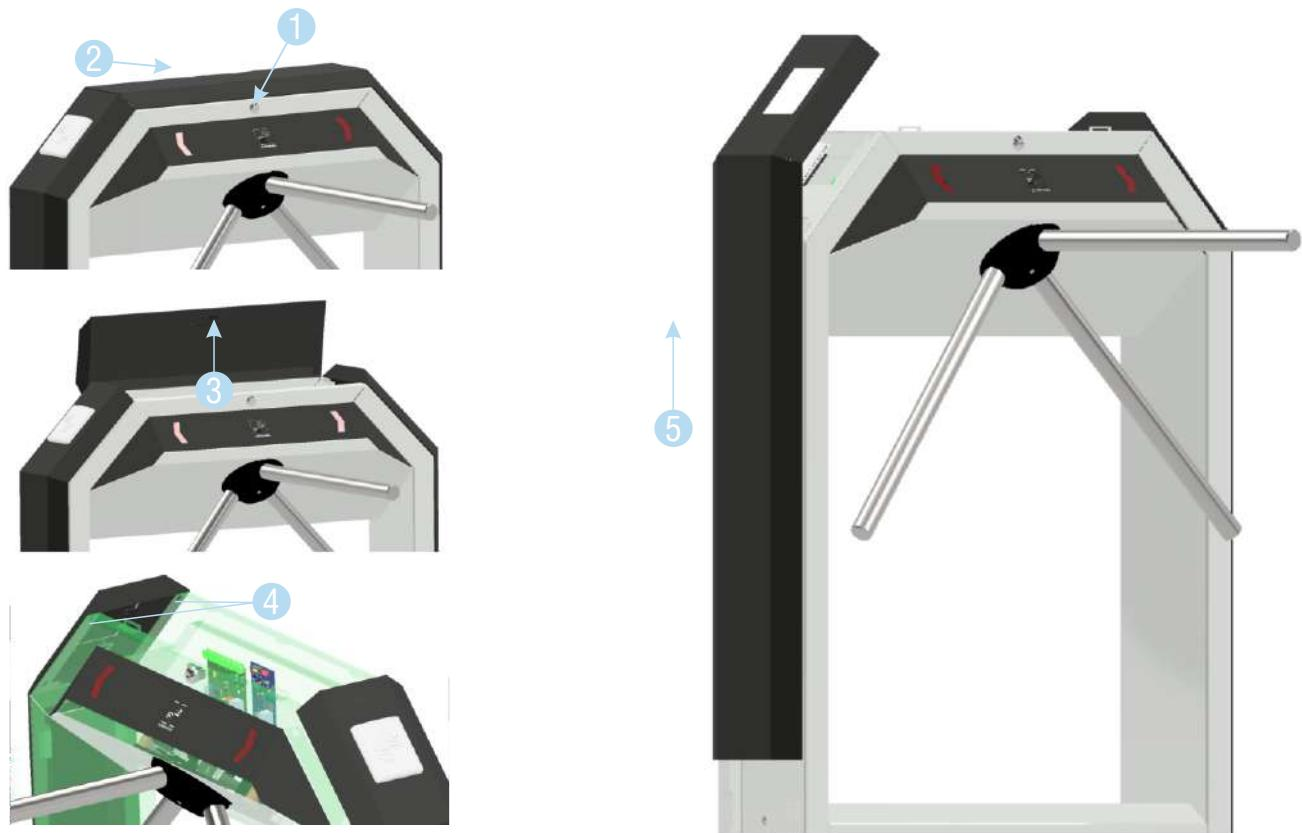

Рисунок 7.4.2 - Разборка кожухов турникета «STR-03»
- 1 Получить доступ к монтажному основанию и контроллеру управления турникетом, для этого необходимо выполнить следующие действия (см. рисунок 7.4.2):